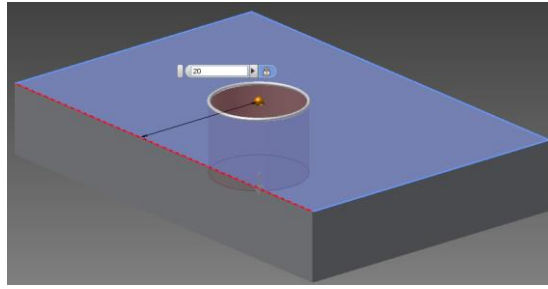

Рис. 3.9. Ввод расстояния от первого ребра
10. Выберите первое ребро для размещения отверстия и введите в размерное окно расстояние от него до центра (рис. 3.9).